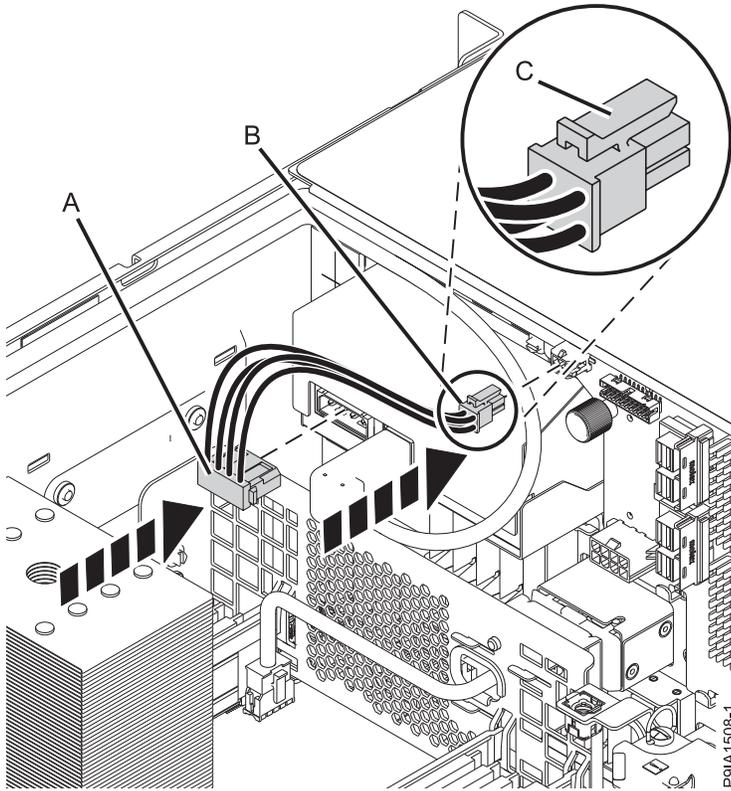

Figure 25. Connexion du câble d'alimentation RDX interne
2. Connectez le câble d'alimentation RDX interne (**B**) au fond de panier de l'unité de disque. Assurez-vous que le loquet système de verrouillage (**C**) du câble d'alimentation RDX est orienté vers le haut pour un système monté en armoire, et vers l'extérieur pour un système autonome. Connectez l'autre extrémité du câble d'alimentation RDX interne à la station d'accueil RDX interne (**A**) jusqu'à son enclenchement, comme indiqué dans la figure 25, à la page 30.